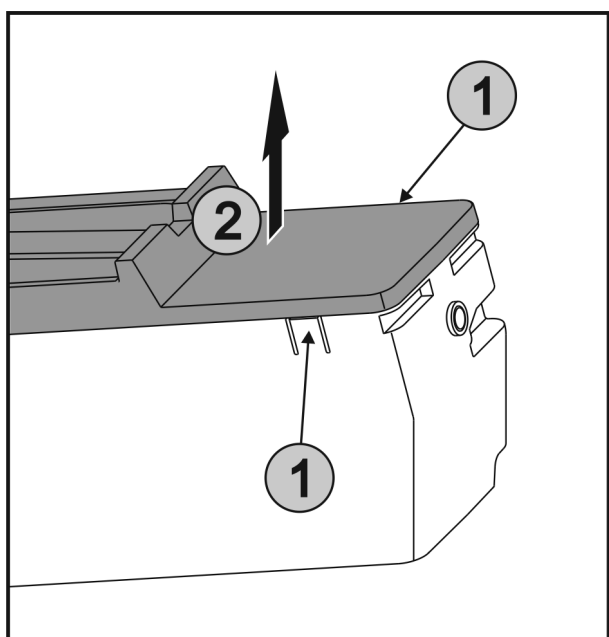

Fig. 55
- ▶ Appuyer simultanément sur les languettes Fig. 55 (1) des deux côtés de l'EasyTwist-Ice et retirer le couvercle Fig. 55 (2) vers le haut.